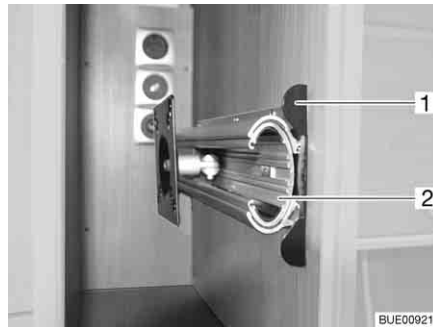

Bild 88 Halterung im TV-Schrank
- Entriegelungsleiste (Bild 88,1) hineindrücken.
- Auszug (Bild 88,2) bis zum Anschlag herausziehen.
- Auszug (Bild 88,2) einschieben, bis die Entriegelungsleiste (Bild 88,1) einrastet.